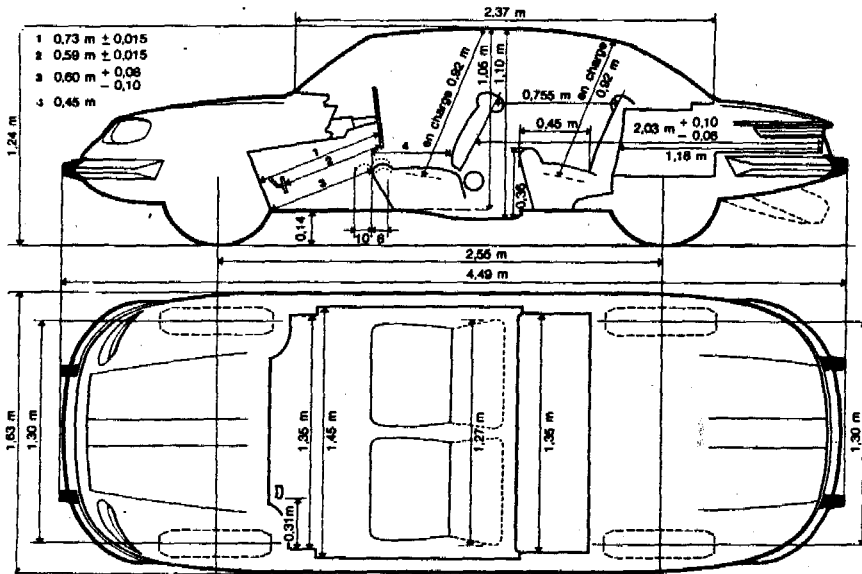

Fig. 2. — Cotes d'habitabilité de la 24 B ou BT.
- Serrer, horizontalement, le pivot dans l'étau. Tirer vers soi et à fond la main de ressort, la faire tourner jusqu'à amener le trou (T) (fig. 2 bis) au-dessus. Vérifier si l'une des extrémités du jonc est bien à environ 10 mm du trou, sinon faire pivoter le jonc (avec une pointe à tracer) jusqu'à l'amener à cette position.
- Par le trou (T), pousser sur le jonc avec la pointe (P) jusqu'à le faire sortir par dessous, aider le dégagement du jonc avec un tourne-bis (fig. 2 bis) en le faisant tourner autour de la collerette. Dégager la main supérieure du pivot.
- Retourner le pivot, déposer, à l'aide d'un tournevis, le jonc d'arrêt et la capsule d'étanchéité (8) (fig. 2 ter). Pour ne pas détériorer cette dernière et la collerette de main de ressort formant étanchéité, employer une pompe à graisse Télécamit et maintenir la pression jusqu'à ce que la capsule sorte sans effort.
- Déposer la goupille Mécanindus (3) de la vis d'arrêt, la vis d'arrêt (4) et la rondelle de butée (7). Dégager le jonc (5), puis la main inférieure. Nettoyer et examiner les pièces. En cas d'usure des bagues intérieures de frottement (1) et (6) (fig. 2 bis et 2 ter) remplacer les mains de ressort.
- Mettre en place le jonc (2) (fig. 2 bis) sur le pivot, puis la main supérieure, ensuite, avec un tournevis, repousser le jonc pour le mettre définitivement à sa place à l'intérieur de la collerette; s'assurer qu'il a bien pris sa place en tirant la main supérieure jusqu'à ce que les deux
Fig. 2 bis. — Démontage d'un pivot de fusée (partie supérieure).
Fig. 2 ter. — (A gauche). — Coupe du montage du pivot de fusée. (A droite). — Vérification du parallélisme cote prise au voile de jante.
- Retourner le pivot dans l'étau, opérer de la même façon pour re-monter la main inférieure et le jonc (5) (fig. 2 ter), engager la rondelle de butée (7), monter la vis (4), la goupille Mécanindus (3), la capsule d'étanchéité (8) et son jonc d'arrêt (9).
Le train avant doit avoir une ouverture mesurée à la jante (voir fig. 2 ter) de 3 à 5 mm.